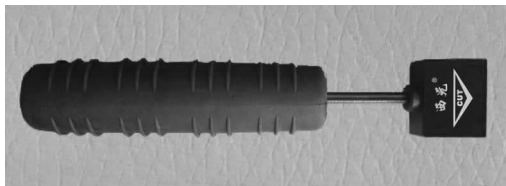

图 5-82 5 对打线钳
- (1) 电缆剥皮器 1 把,用于剥除电缆外护套。
- (2) 斜口钳 1 把,用于剪掉撕拉线和塑料包带。
- (3)打线钳 1 把,用于将网线压到位,同时打断多余的线头。
(4)5 对打线钳 1 把,用于压接五对连接块,如图 5-82 所示。